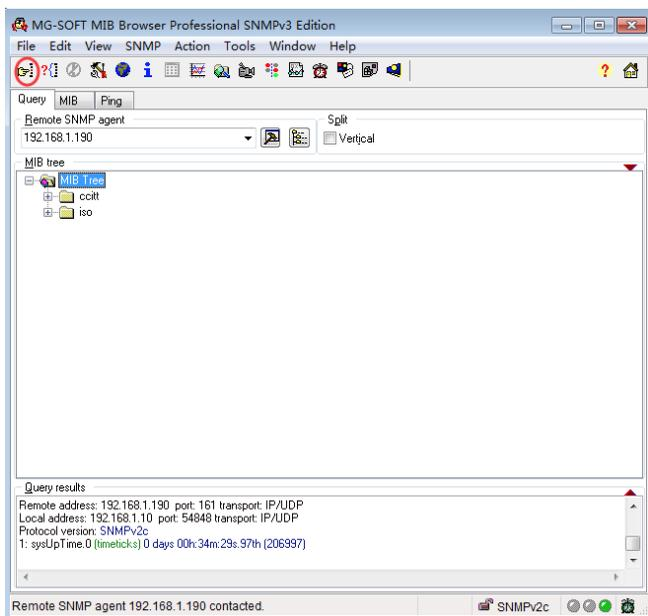

Рисунок 18. Связь с контроллером МА
- 4) MIB Browser связывается с выбранным SNMP-агентом и отображает его ответ на панели результатов запроса (рис. 18).